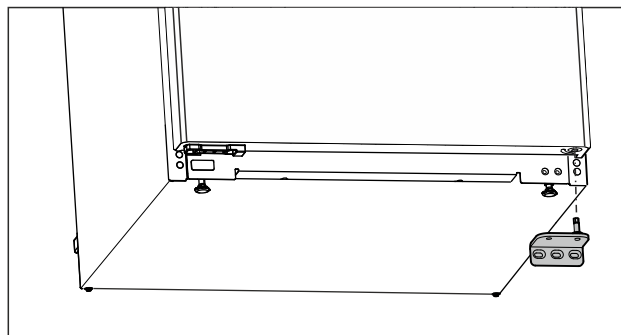

Fig. 8
- ▶ Снимите опорный кронштейн движением вниз. (см. Fig. 8)